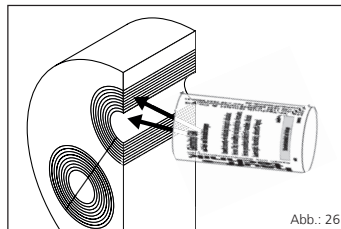

Abb.: 26
Anschließend **nur** die Schnitt- und Kabeldichtflächen mit Gleitmittel (GM) einstreichen (siehe Abb.: 26).